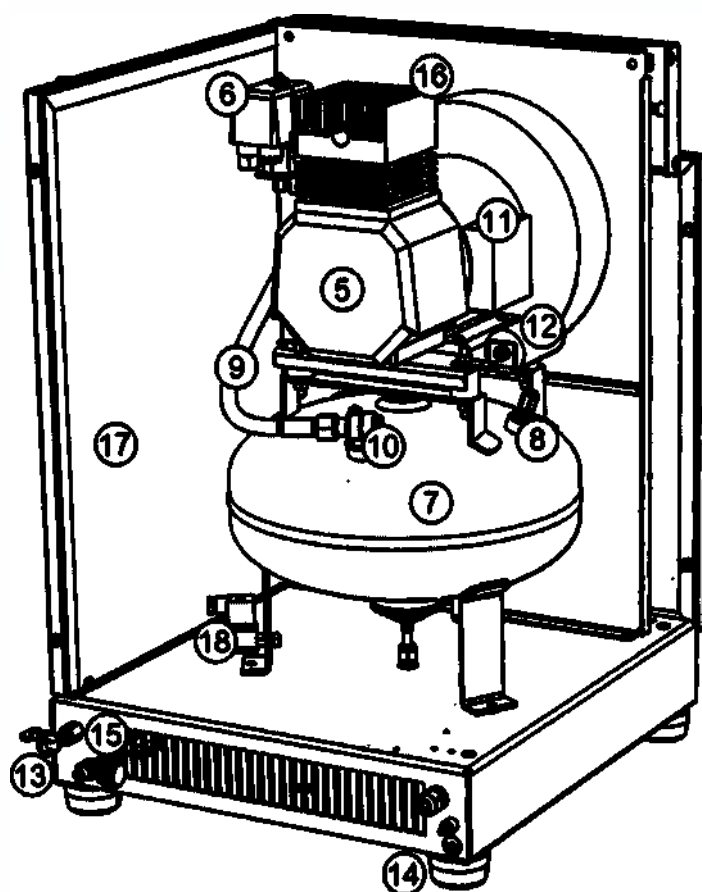

Рисунок 4 - Общий вид компрессора KM-16.GMS150K
- Выверните фильтр **16** (рис. 4, 6) при обслуживании компрессора с поршневым блоком GMS150. Ослабьте крышку всасывающего фильтра;